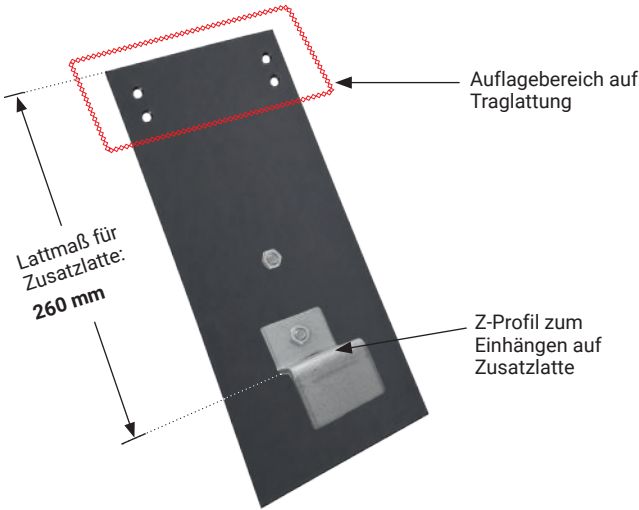

Abb. 2: Darstellung der Rückseite
- Empfohlenes Lattmaß: 260 mm (siehe hierzu auch Abb.2, Seite 2)